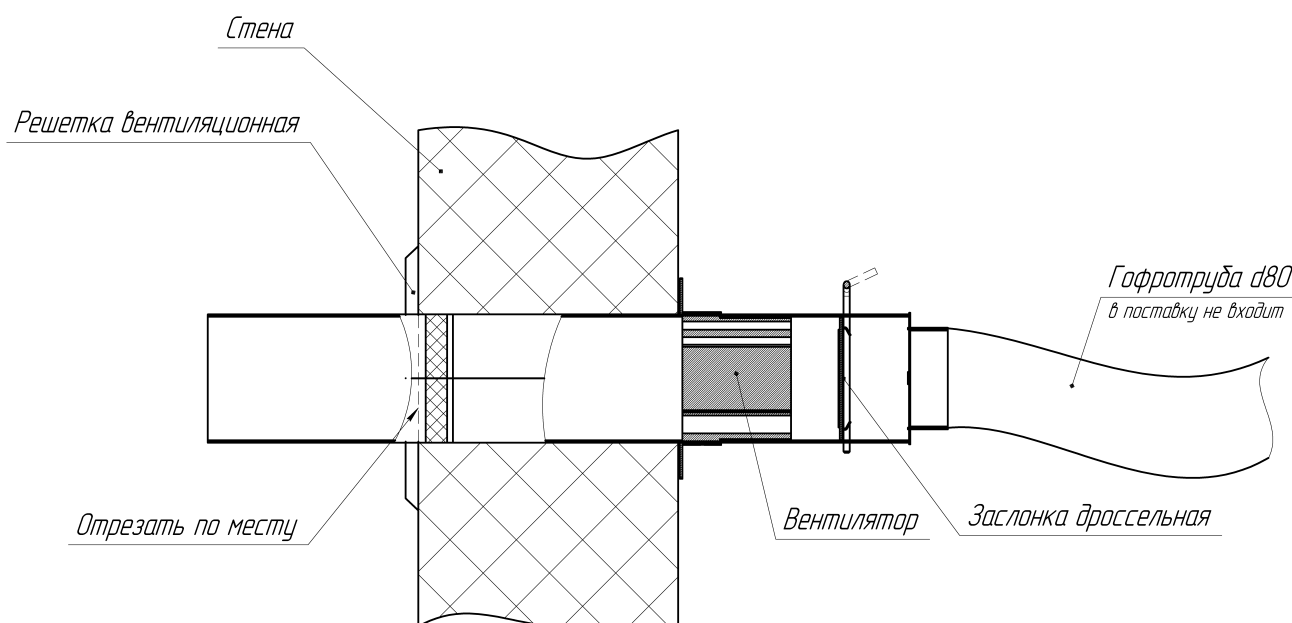

Рис. 6 Монтаж системы подачи чистого воздуха.
- проложить к месту установки электрический кабель (см. таб.1), шланги подводки залива и слива воды (см. п.2.1.2.8 и рис.5), воздухопровод и электрический провод вентилятора системы «Чистый воздух» (см. п.2.1.2.9 и рис.6). Все коммуникации проложить с запасом по длине с учётом смещения ЭН при его подключении (см. п.2.1.2.5 настоящего Руководства).
входного в ЭН воздушного патрубка, просверлить с помощью специального инструмента (пила круговая d120мм.) отверстие в стене сквозь которое будет подаваться чистый воздух. Укоротить трубу с встроенным вентилятором до размера, соответствующего толщине стены. Закрепить её саморезами через отверстия в фланце с внутренней стороны стены. С наружной стороны стены закрыть трубу вентиляционной решёткой с комплектным воздушным фильтром (Смотри рисунок 6)